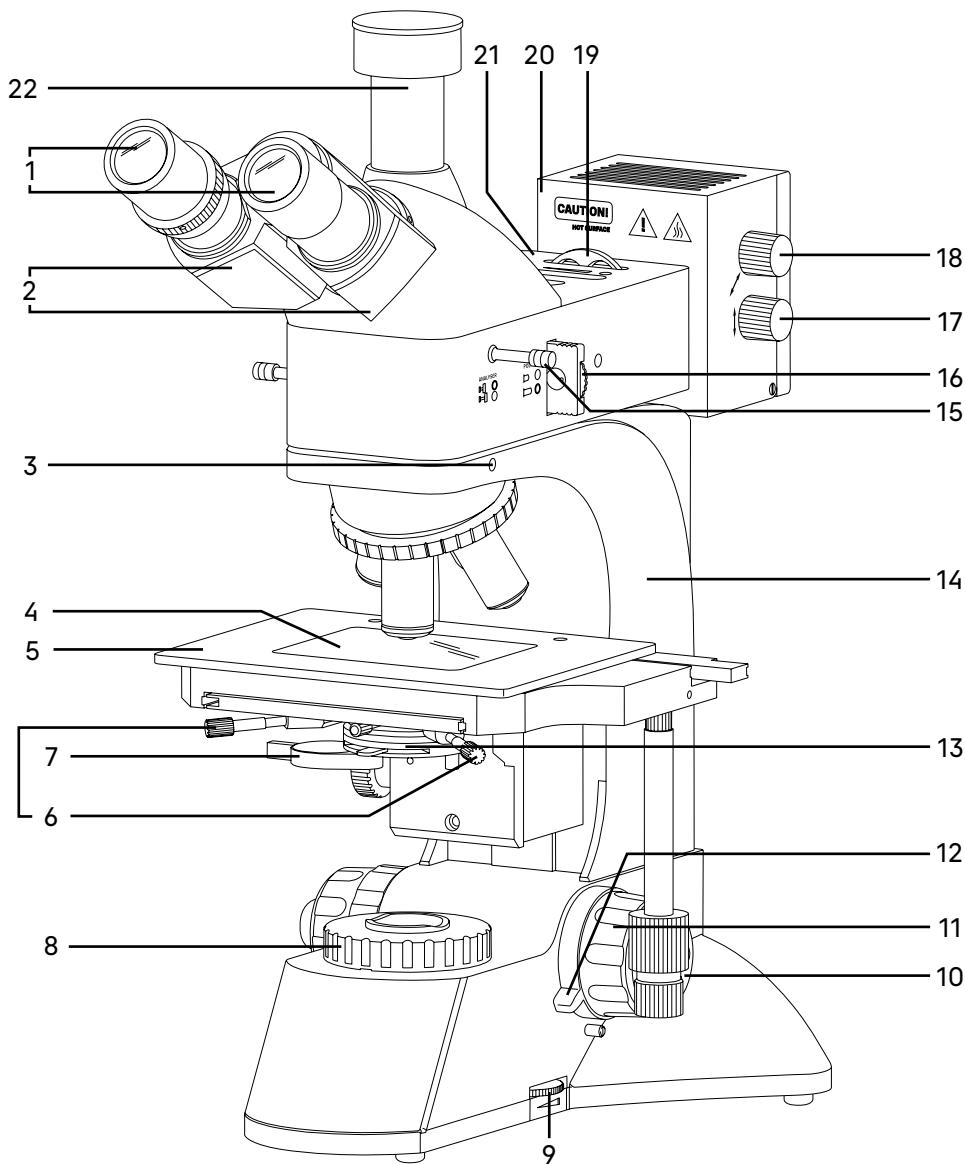
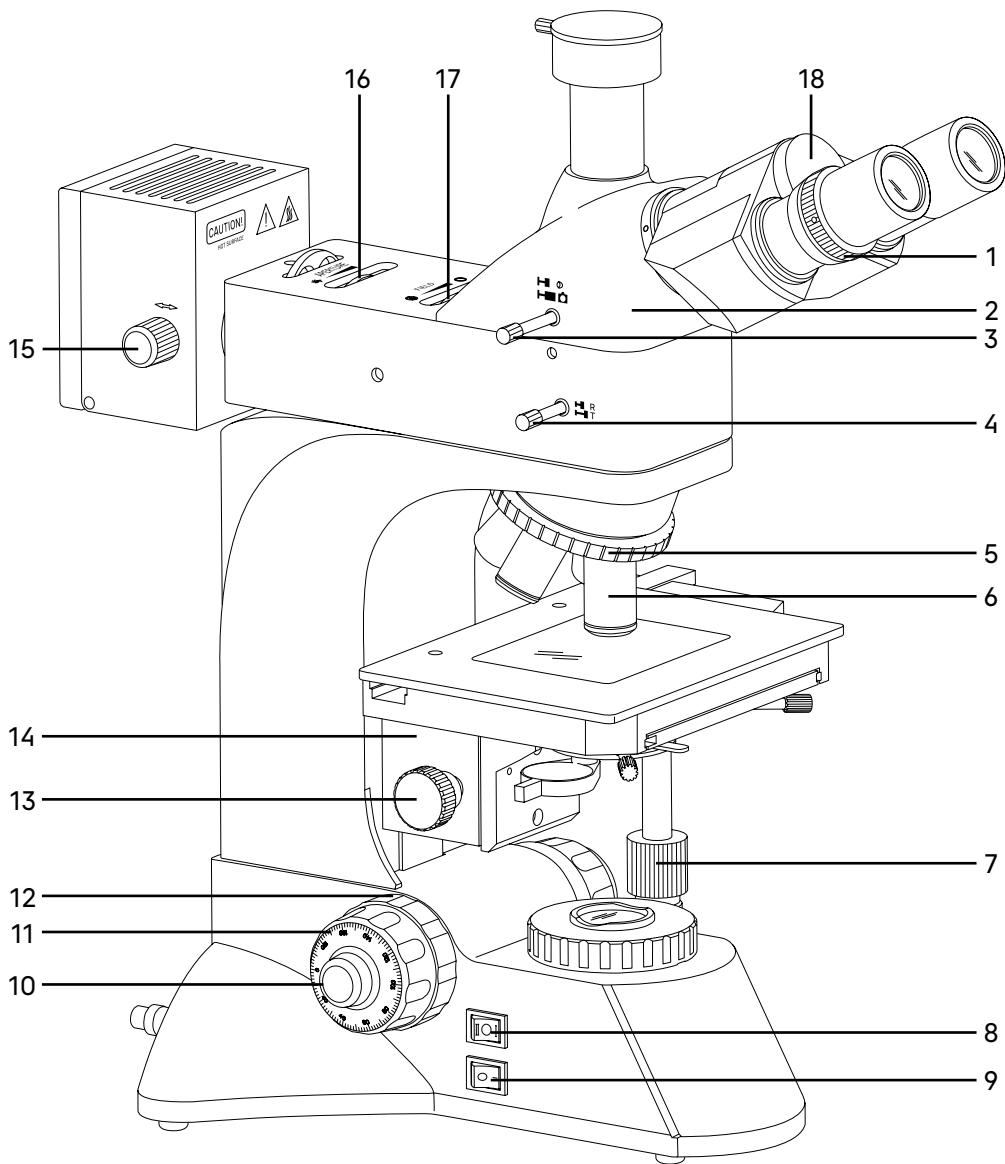

Рис. 1. Микроскоп MAGUS Metal 600 | 600 BD. Вид справа
Рис. 2. Микроскоп MAGUS Metal 600 | 600 BD. Вид слева
Общий вид микроскопа представлен на рис. 1, 2 и 3.
На штативе 14 (рис. 1) закреплены:
- револьверное устройство 5 (рис. 2) с объективами 6 (рис. 2);
- предметный столик 5 (рис. 1);
- кронштейн конденсора 14 (рис. 2).
На левой боковой поверхности основания расположены выключатель электропитания 9 (рис. 2). В положении «—» включается, а в положении «0» выключается сетевое напряжение.
Также на левой боковой поверхности основания расположены переключатель осветителя проходящего/отраженного света 8 (рис. 2). В положении «I» включается осветитель проходящего света, а в положении «II» включается осветитель отраженного света.
На правой боковой поверхности основания расположены диск регулировки яркости осветителя 9 (рис. 1).
Фокусировка на объект осуществляется перемещением по высоте предметного столика 5 (рис. 1). Грубая фокусировка производится вращением коаксиальных рукояток 11 (рис. 1 и 2), расположенных по обеим сторонам штатива.
Тонкая фокусировка производится вращением рукояток 10 (рис. 1 и 2), расположенных по обеим сторонам штатива. Тонкая фокусировка требуется для более точной фокусировки на объект и для подфокусировки микроскопа на резкость изображения при смене объективов.
Механизм регулировки жесткости хода грубой фокусировки 12 (рис. 2) – кольцо между штативом и рукояткой грубой фокусировки с левой стороны. С помощью кольца регулируется жесткость хода грубой фокусировки таким образом, чтобы жесткость была комфортной для пользователя, но при этом предметный столик не опускался самопроизвольно во время работы.
Механизм блокировки грубой фокусировки 12 (рис. 1) расположен с правой стороны. После завершения грубой фокусировки рекомендуется перевести рычаг в крайнее положение в направлении по часовой стрелке. Благодаря этому закрепится положение грубой фокусировки для быстрой рефокусировки после смены объекта.
Насадка 2 (рис. 2) обеспечивает визуальное наблюдение изображения объекта.
Изменение межзрачкового расстояния в насадке осуществляется разворотом окулярных тубусов 2 (рис. 1) в пределах 48–75 мм. Значение расстояния, установленного в соответствии с глазной базой наблюдателя, отсчитывается по шкале на визуальной насадке 18 (рис. 2).
Механизм диоптрийной подвижки на левом окулярном тубусе служит для компенсации аметропии глаз наблюдателя. Регулировка осевого положения окуляра производится кольцом 1 (рис. 2). Второй окулярный тубус насадки неподвижный.
В вертикальный тубус 22 (рис. 1) корпуса визуальной насадки (канал визуализации) для фиксации камеры (видеоокуляра) устанавливается переходник C-mount. Камера служит для вывода изображения на экран компьютера или монитор/телефизор. Переключение светового потока на вертикальный тубус производится рукояткой 3 (рис. 2). Рукоятка имеет два положения: 100/0 и 0/100.
В комплект микроскопа входят окуляры 1 (рис. 1). Окуляры имеют высокое положение выходного зрачка и предназначены для работы как в очках, так и без них.
Револьверное устройство 5 (рис. 2) обеспечивает установку пяти объективов 6 (рис. 2). Смена объективов производится вращением револьверного устройства за рифленую поверхность до фиксированного положения.
Двухкоординатный предметный столик 5 (рис. 1) обеспечивает перемещение объекта в двух взаимно перпендикулярных направлениях с помощью рукояток 7 (рис. 2), расположенных на одной оси.
Конденсор 13 (рис. 1) установлен в кронштейн 14 (рис. 2) под предметным столиком микроскопа. Тип крепления конденсора – «под винт». Перемещение конденсора вдоль оптической оси микроскопа осуществляется с помощью рукоятки перемещения кронштейна конденсора 13 (рис. 2), расположенной слева от наблюдателя под столиком микроскопа. Диапазон перемещения конденсора – не менее 13 мм.